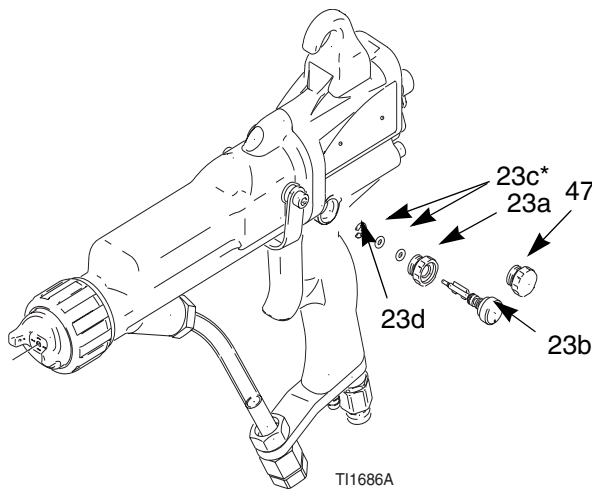

Abb. 34. Zerstäuberluftventil
2. Zerstäuberluftventil (23) ausbauen. Den O-Ring (23c*) überprüfen. Bei Bedarf austauschen. Siehe ABB. 34.
3. Ein neues Zerstäuberluftventil (23) einbauen oder das vorhandene Ventil auseinanderbauen und die Teile einzeln austauschen. Der Ventilverbund muß so ausgerichtet sein, daß ein Abstand zum Schaft des Luftventils (21) vorhanden ist.